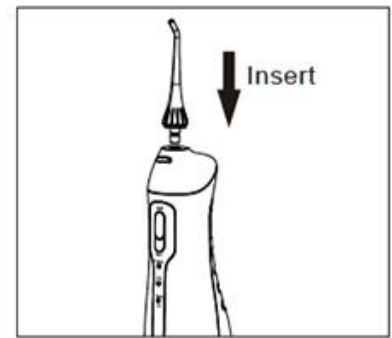

Fig. 2
Le témoin lumineux de charge s'allume en bleu. (Fig.2)
1. Fixer une buse sur l'unité. (Fig. 2)